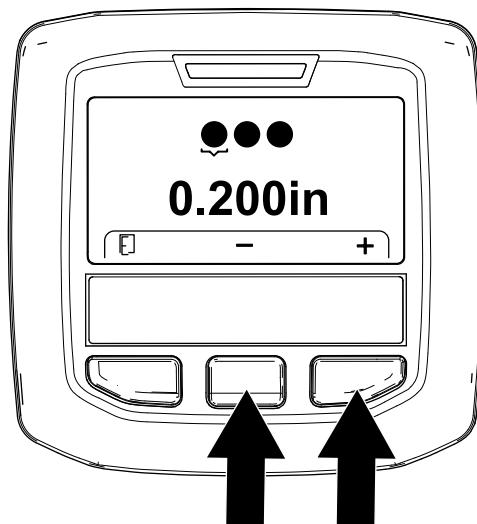

Figura 59
- Regolate il diametro delle fustelle (Figura 59) come segue: